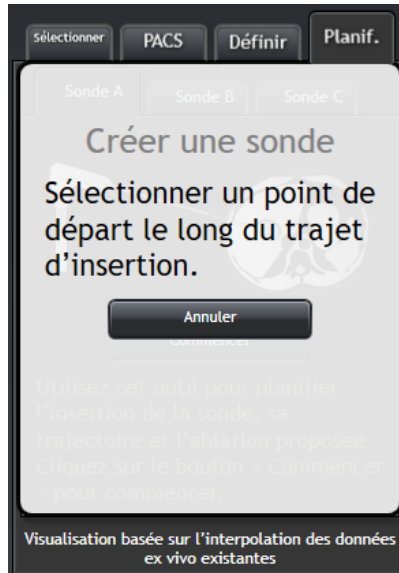

Figure 3-22 : Fenêtre « Créer une sonde » pour indiquer que le logiciel ABLATE-IQ est prêt à sélectionner le point de départ de la sonde.
3. Le système est maintenant prêt pour que l'utilisateur sélectionne les points de départ et de fin le long de la trajectoire de la sonde. Une fenêtre invite l'utilisateur à sélectionner le point de départ de la sonde en fonction des cibles précédemment créées sur les images (Figure 3-22).